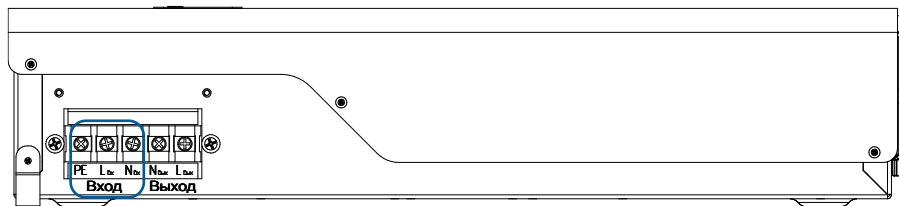

Рисунок 15. Стабилизатор BAXI Energy 7000. Выводы «Вход PE-L-N»
- у моделей BAXI Energy 7000 с помощью выводов «Вход PE-L-N» (**рисунок 15**);